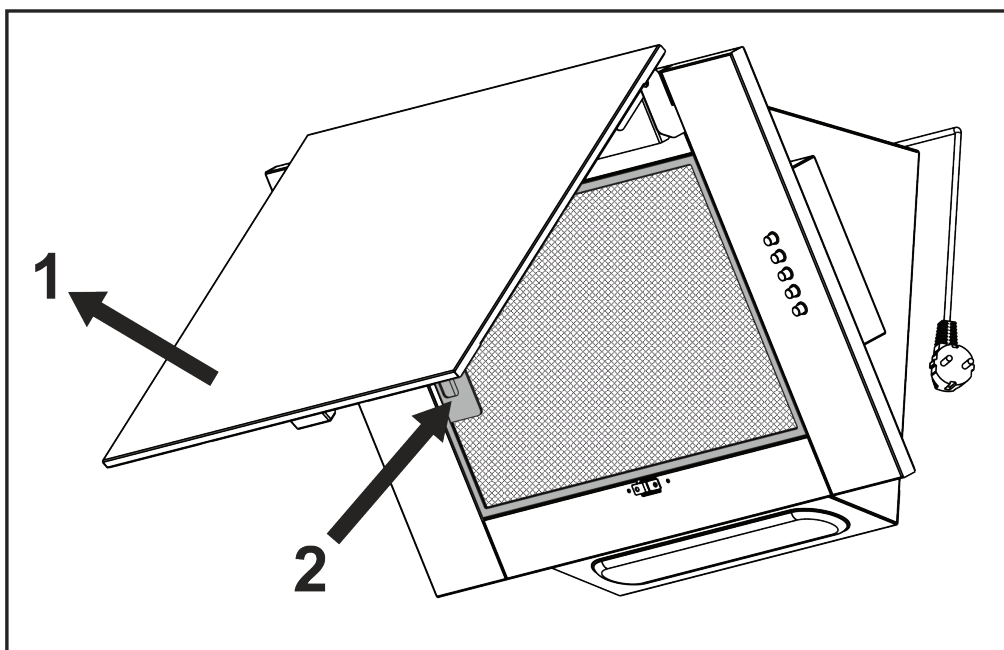

Рис.6
8.7 Для снятия алюминиевого фильтра (**рис.6**) следует открыть **декоративную панель 1**, нажать на **пружинную защелку 2**, и потянув на себя снять фильтр с панели. Установка фильтра выполнить в обратном порядке.